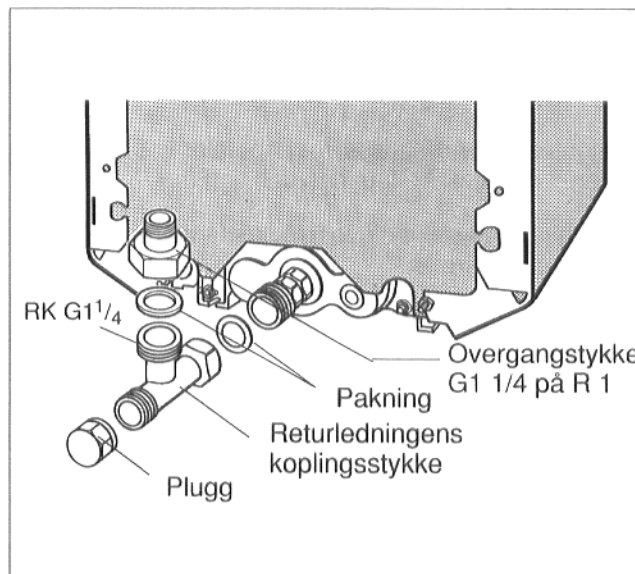

fig. 10
- Pakningen settes inn i skrudelen til returledningens koplingsstykke og skrues sammen med innmatningsstykket i returledningen (fig. 10).
- Flatpakningen legges inn i mutteren på overgangstykket og overgangstykket skrues på sideutløpet på returledningens koplingsstykke (fig. 10).